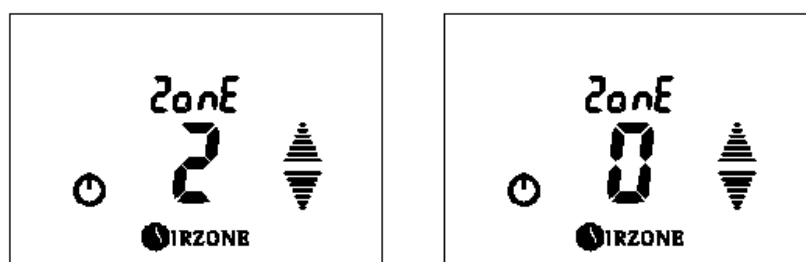

Fig. 77
- **Dirección de zona 2onE:** Muestra la dirección de zona configurada. Para modificar el valor de la zona pulse , el valor de zona se pondrá a parpadear, esto indica que podemos modificar el valor. Utilice las flechas para seleccionar el valor 0. Esto reseteará el termostato y las salidas asociadas a éste, dejándolas libres para una nueva configuración. El termostato se irá al menú de configuración rápido (Ver apartado 4.2) para comenzar de nuevo el proceso. Una vez seleccionado el valor correcto pulse para confirmar. Si desea salir del menú pulse para volver al menú anterior. (Fig. 77)